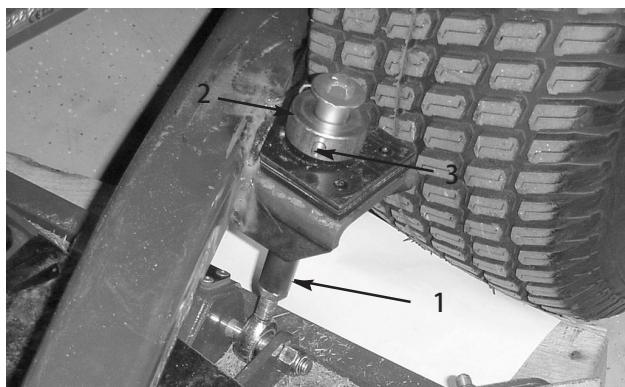

図8
5. カッティングユニット後部で、刈高ロッドに刈高カラーを固定しているヘアピンとクレビス・ピンを外す(図8)。